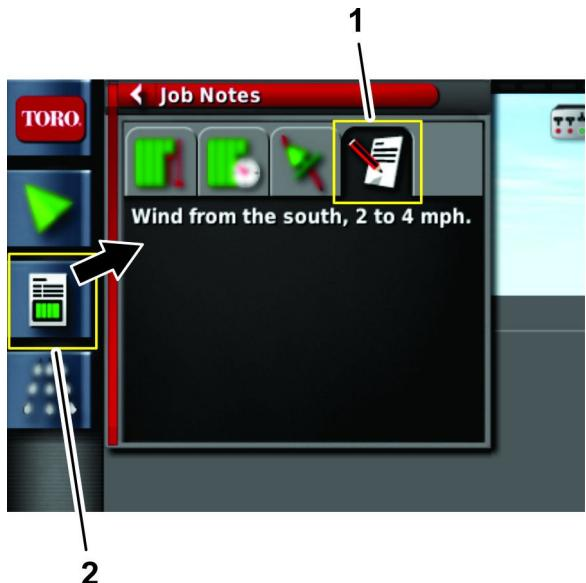

Figura 26
1. Aprite l'icona delle Informazioni dell'attività (Figura 26).
2. Premete l'icona delle Note dell'attività (Figura 26).